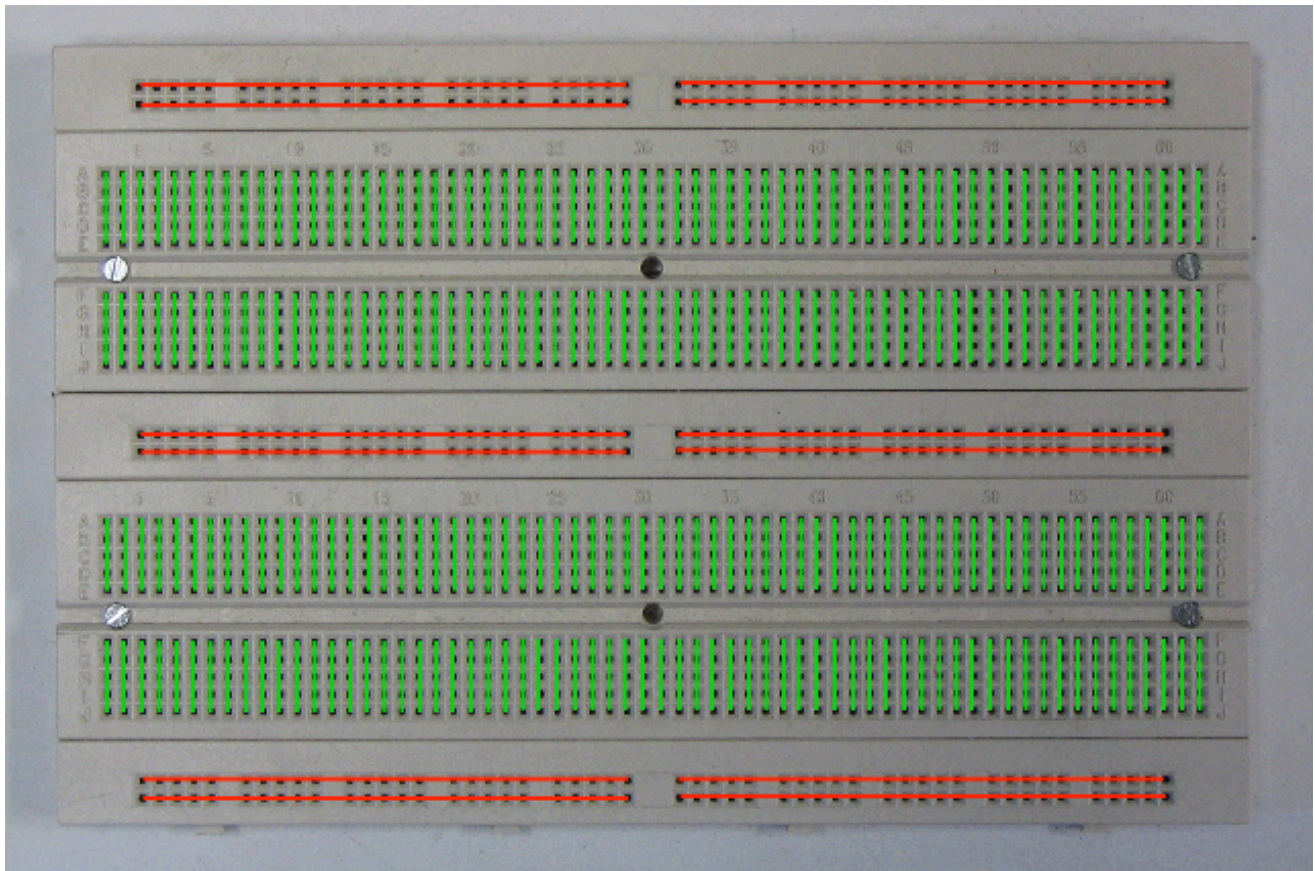

Figura 2: Detalle de conexiones del panel de inserción
7.- Panel de inserción: está compuesto por 2 placas para la inserción de circuitos, más 6 filas de conexiones auxiliares (4 en los bordes mas 2 en el centro). Cada placa de inserción de circuitos está dividida en dos áreas rectangulares, separadas por un pequeño canal. Los circuitos deberán colocarse en posición horizontal de forma que los subconjuntos de pines queden a ambos lados del canal. Cada columna de las áreas rectangulares esta eléctricamente conectada, pero no hay conexión entre elementos de la misma columna en distintas áreas, o de distinta columna en la misma área. Por otro lado, cada una de las 6 filas de conexiones auxiliares esta eléctricamente dividida en dos mitades separadas en el centro de la fila. Cada mitad de una fila esta conectada internamente, pero no tiene conexión con la otra mitad, ni con ninguna de las otras filas o áreas. En la figura 2 se muestra un detalle de las conexiones en el panel.